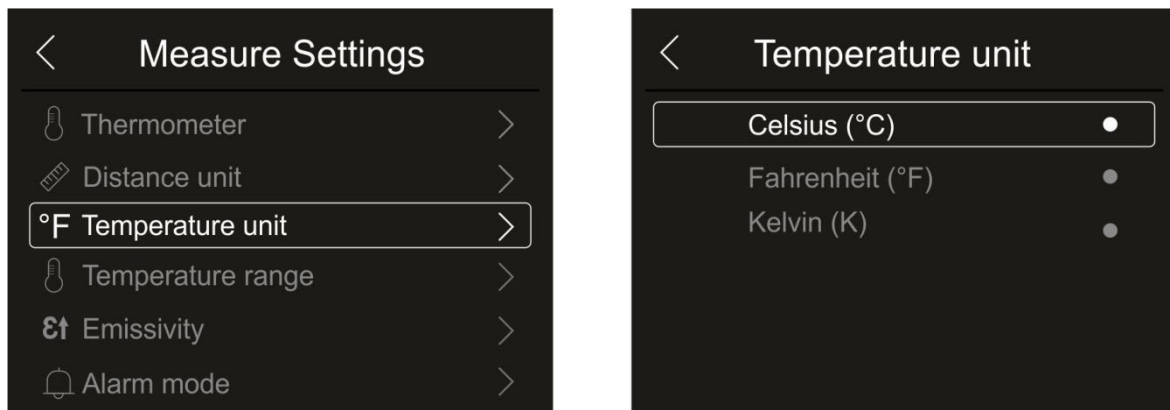

Abb. 23: Menü Einstellung der Messeinheit der Temperatur
- Berühren Sie "Temperature unit" zur Einstellung der Messeinheit der Temperatur. Die Abb. 23 – rechte Seite erscheint im Display: